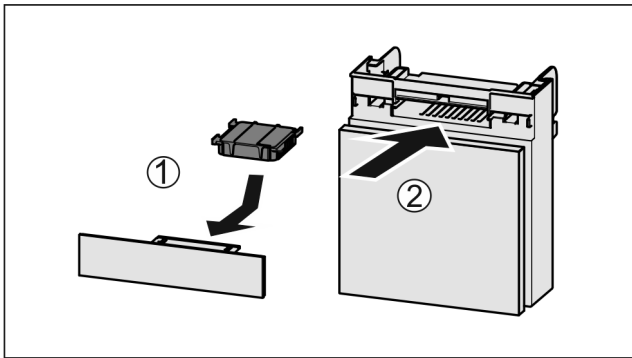

Fig. 110
- ▶ Aseta aktiivihiilisuodatin kuvan mukaisesti paikoilleen Fig. 110 (1).
- ▶ Työnnä lokero kiinni Fig. 110 (2).